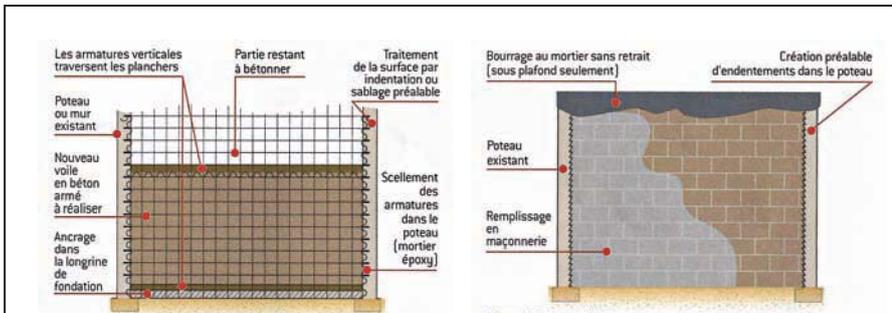

Figure 3. Exemple de renforcement du contreventement d'un bâtiment par création de murs nouveaux entre deux poteaux existants (élévation)
- Renforcer la structure existante par l'intérieur peut représenter le gêne importante pendant les travaux, mais on ne peut parfois pas y échapper (contreventement de mur, de charpente, renforcement de poutre par béton projeté...). Voir figures 3, 4, 11 et 12.